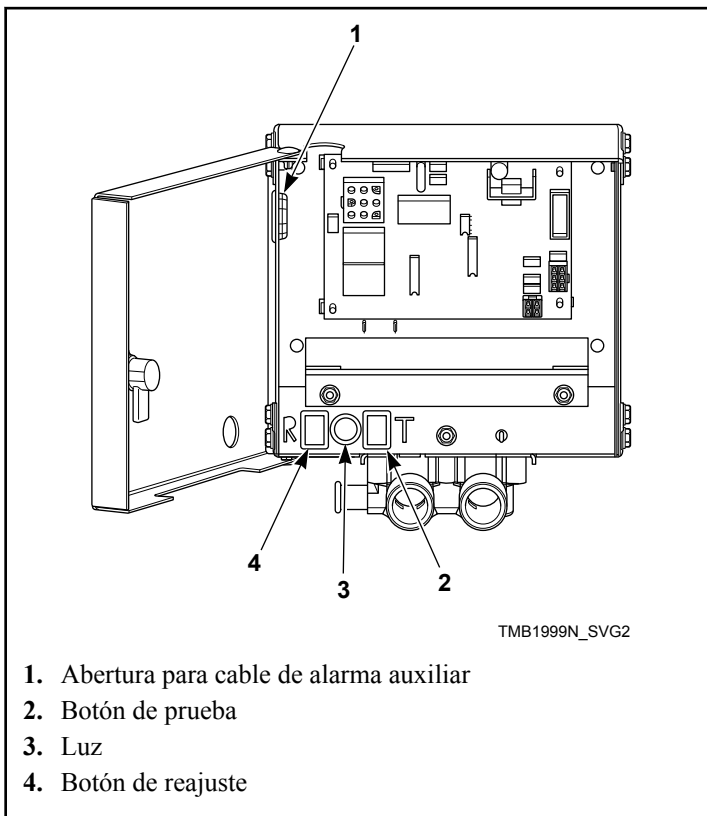
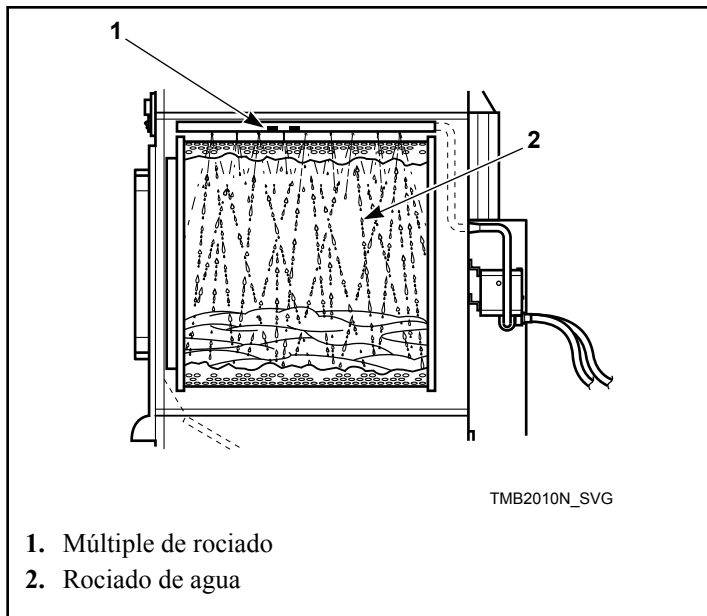

Figura 67
Figura 68
6. Mantenga presionado el botón de prueba, verifique que la luz esté encendida, esto debe tomar aproximadamente cinco segundos. Consulte la *Figura 67*. Después de una pausa de un segundo el agua debe comenzar a rociar dentro del cilindro.
7. Después de 15 segundos de rociado de agua, pulse y mantenga presionado el botón RESET [Reajuste] hasta que se apague el rociado de agua y la luz se apague. Esto debe tomar aproximadamente un segundo. Consulte la *Figura 67* y la *Figura 68*.